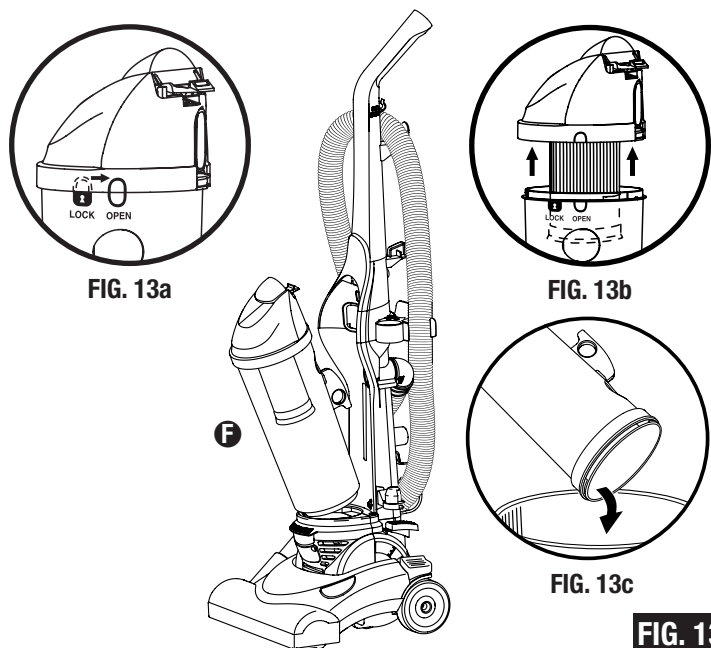

FIG. 13
Step 4: Empty Dust Cup. Lift up the latch and pull out to release the dust cup **F** from the housing. To open, turn dust cup lid counter clockwise (move to OPEN position) (FIG. 13a) then grasp dust cup lid and pull dust cup lid out and away from the cup (FIG. 13b). The filter stays attached to the lid to make it easier to empty any dust or dirt from the cup into the trash without touching the filter (FIG. 13c). Just hold the lid and tap the filter on the edge of the trash can to clean. After cleaning the filter, place the lid back on the cup, rotating it clockwise until it points to the LOCK symbol (FIG. 13).
Étape 4 : Videz le godet à poussière. Tirez le verrou vers le haut et tirez vers l'extérieur pour dégager le godet à poussière **F** du boîtier. Pour ouvrir, tournez le couvercle du godet à poussière vers la gauche (en position « OPEN ») (FIG. 13a), puis prenez le couvercle du godet à poussière et enlevez-le en tirant (FIG. 13b). Le filtre reste attaché au couvercle, ce qui permet d'éliminer la poussière et les saletés du contenant sans avoir à toucher au filtre (FIG. 13c). Tenez simplement le couvercle et tapez le filtre contre le bord de la poubelle pour le vider. Après avoir vidé le filtre, remplacez le couvercle sur le contenant, puis le tournez dans le sens horaire jusqu'à ce qu'il soit aligné à la position « LOCK ». (FIG. 13)
Paso 4: Vacíe el depósito para el polvo. Tire del gancho hacia arriba y hacia afuera para liberar el depósito para el polvo **F** del alojamiento. Para abrirlo, gire la tapa hacia la izquierda a la posición "OPEN" (desbloqueado) (FIG. 13a), sosténgala y tire de ella hacia fuera (FIG. 13b). El filtro permanece adherido a la tapa para facilitar el vaciado del polvo o sucio del depósito en la basura sin necesidad de tocar el filtro (FIG. 13c). Simplemente sostenga la tapa y golpee el filtro en el borde del contenedor de basura para limpiarlo. Después de limpiar el filtro, coloque la tapa de nuevo sobre el depósito para el polvo y gírelo a la derecha hasta quedar en la posición "LOCK" (bloqueado) (FIG. 13).